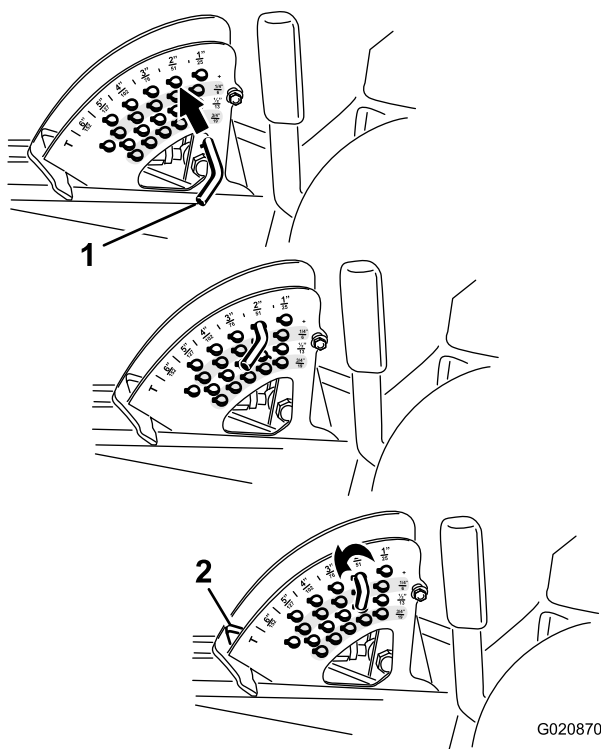

Figura 20
Nota: Para bloquear la carcasa de corte en posición elevada, eleve la carcasa más allá de la posición de 15 cm, retire el pasador de tope de altura de corte, y ponga el pasador en la posición de altura de corte de 15 cm (Figura 20).
2. Para ajustar, gire el pasador de tope hasta que el pasador cilíndrico que contiene se alinee con las ranuras de los taladros del soporte de altura de corte, y retire el pasador (Figura 20).
3. Seleccione un taladro del soporte de altura de corte que corresponda a la altura de corte deseada, inserte el pasador y gírelo para bloquearlo en esa posición (Figura 20).
Nota: Hay cuatro filas de taladros (Figura 20). La fila superior corresponde a la altura de corte impresa encima del pasador. La segunda fila corresponde a la altura impresa más 6 mm. La tercera fila corresponde a la altura impresa más 13 mm. La fila inferior corresponde a la altura impresa más 19 mm. Para la posición de 15,2 cm hay un solo taladro, situado en la segunda fila. Esta posición no añade 6 mm a la altura de 15,2 cm.